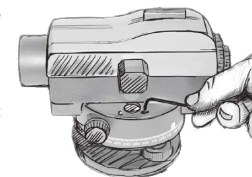

Abb. 8
e) Wiederholen Sie den Vorgang, bis die Libellenblase auch bei Drehungen des Geräts zentriert bleibt (Abb.8).